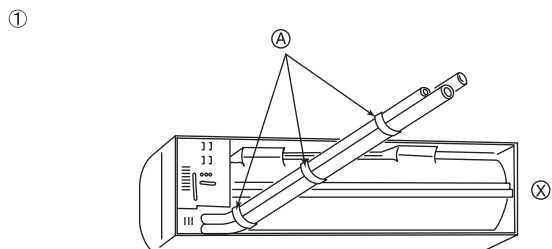
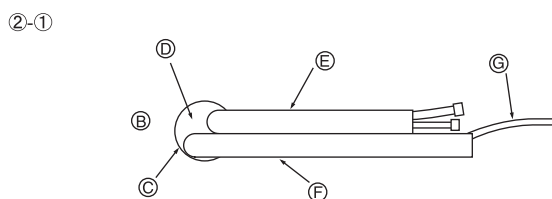

Fig. 3-4
Fig. 3-5
- ① Hintere, rechte und untere Rohrleitengung (Fig. 3-4)
- ② Rohrleitungen links und links hinten
- ②-① Bei der Rohrleitung links hinten die Rohre aus dem Loch herausziehen, um ihre richtige Länge festzulegen. Binden Sie sie dann zusammen. Die Innenanlage sollte an der Wandbefestigung hängen. (Fig. 3-5)